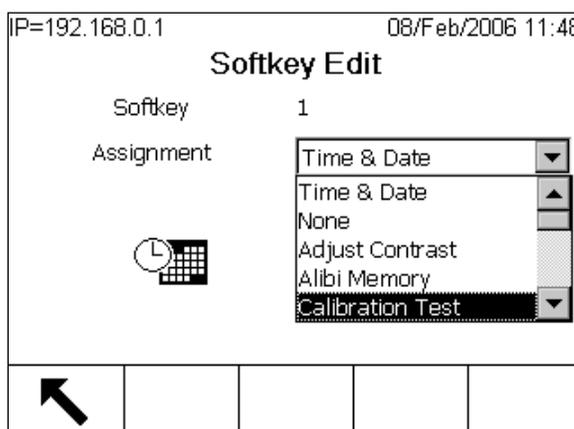

Figura 3-106: Schermata di configurazione di modifica softkey
-  **Modifica** Assegna la posizione selezionata di un softkey a un altro softkey o a nessun altro softkey, lasciando vuota la posizione del softkey. La modifica di una posizione vuota non sposta la posizione dei seguenti softkey. La Figura 3-106 mostra la schermata Softkey Edit (Modifica softkey) con l'elenco a discesa delle assegnazioni evidenziato.